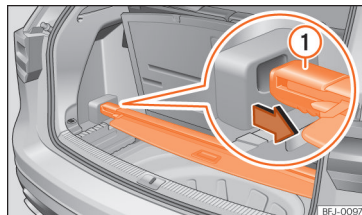

Abb. 121 Unter dem Gepäckraumboden: Gepäckraumabdeckung verstauen.
- Legen Sie die Gepäckraumabdeckung in die dafür vorgesehene Aufnahme » **Abb. 121**.